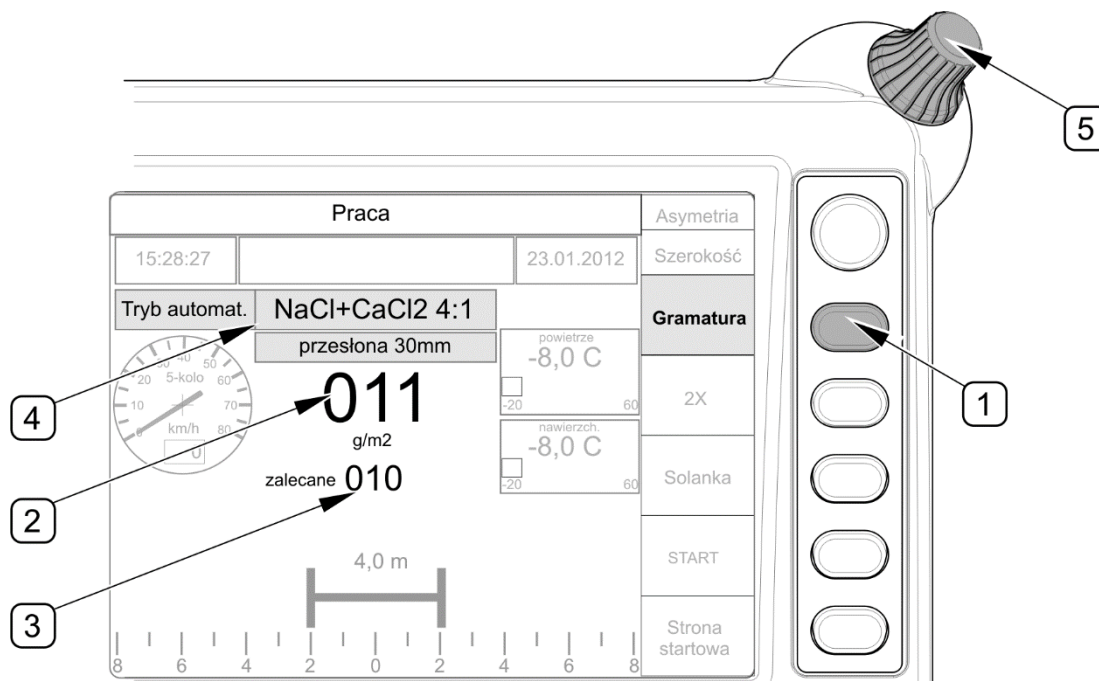

РИСУНОК 4.32Корректировка в автоматическом режиме (опция)
На рабочей странице "Работа" в меню пульта управления (РИСУНОК 4.32) оператор имеет возможность откорректировать дозу для конкретного автоматического режима, выбрав при помощи кнопки (1) функцию "Грамматура". Корректировка осуществляется рукояткой (5). На дисплее ниже заданной оператором плотности разбрасывания (2) высвечивается рекомендованная плотность (3) для конкретного режима Т1, Т2 или Т3 (РИСУНОК 4.32)